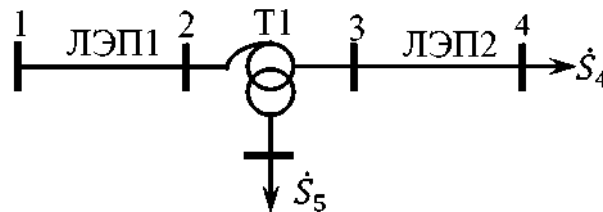

Рис.1.5. Исходная схема сети
**Задача 1.** Составить схему замещения электрической сети (рис. 1.5). Исходные данные: ЛЭП1 длиной 160 км выполнена проводом 2АС-300х2, номинальное напряжение 330 кВ; ЛЭП2 длиной 90 км выполнена проводом 4 АС-300, номинальное напряжение 220 кВ; Т1 — автотрансформатор ЗАТДЦТН-240000/330/220; мощности нагрузок  $P_4 = 400$  МВт,  $P_5 = 50$  МВт,  $\cos \phi = 0,9$ .
**Задача 1.** Привести параметры сети, изображенной на рис. 1.5, к одной ступени напряжения.